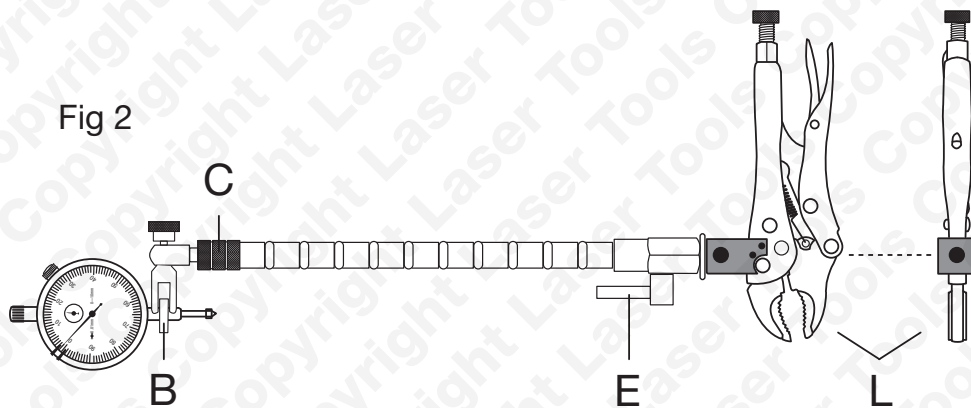

Fig 2
1. Pour la mise en place de la tige de montage réglable, régler la tige flexible en serrant ou desserrant le dispositif de réglage (C) de façon à ce que la rotation de 90 degrés du levier (E) verrouille la tige. Fig. 2
2. Fixer la tige de montage réglable à la pince-étau de la façon illustrée à la Fig. 2 en utilisant la rondelle fournie (K).
4. Fixer le comparateur à la pince de montage (B) de la façon illustrée. Serrer la vis de retenue à la main.